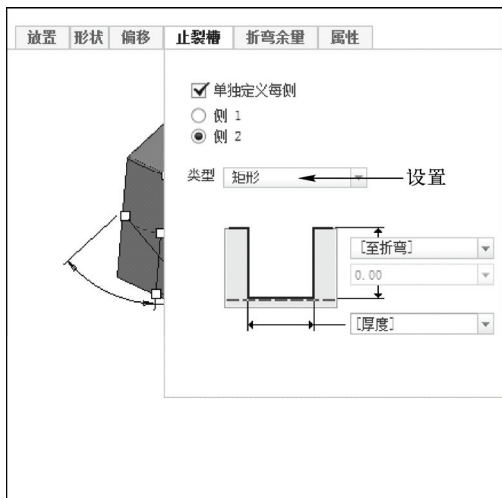

图 13-15 设置“类型”为“矩形”
STEP 07 选中“侧 2”单选按钮，设置“类型”为“矩形”，如图 13-15 所示。